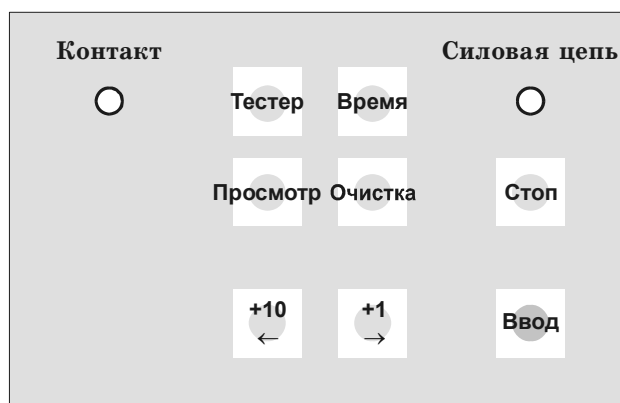

Рисунок 2 – Клавиатура блока регулировочного
6.2.2 Управление работой установки, выбор режима и задание параметров осуществляется с помощью клавиатуры блока регулировочного (рис. 2).